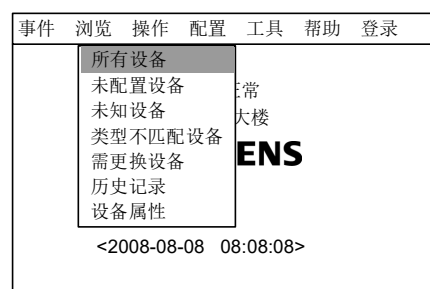
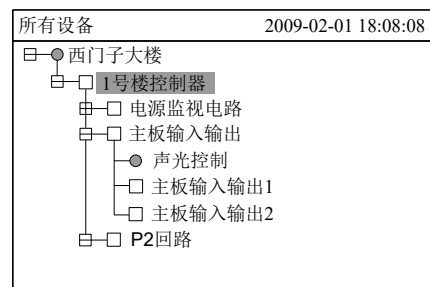

图 17-2
图 17-3
2. 按“→”键选择“浏览”子菜单(图 17-2), 选择“所有设备”, 然后按“OK”键, 树状图显示出来(图 17-3)。